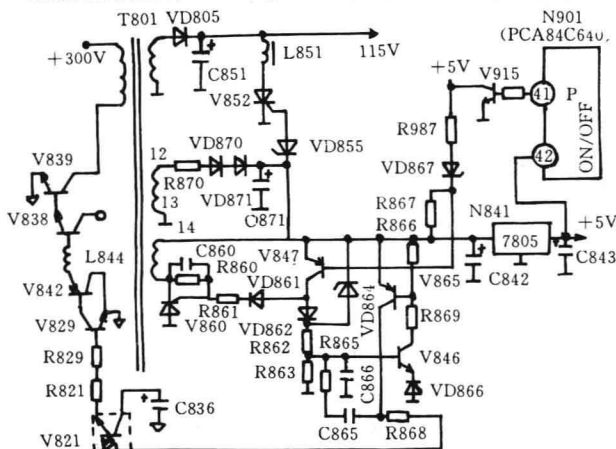

图 73 熊猫 3625 型彩电电源开/关机控制电路
(电路)不同,又可分为以下几种类型:①开关电源主电压输出控制方式。例如康艺 KTN—5145 型机是采用继电器 RL501 来控制主电源电压(110 V)输出的方式,而飞跃 54C2Y4—3 型机是采用电子开关 Q 505~Q 507 来控制开关电源主电压(111 V)输出方式。在直流关机(等待)状态:主电源电压 110 V 被切断,行扫描电路失电而不工作;在直流开机状态继电器或电子开关接通,主电压输出至行扫描电路工作;②行振荡电源控制方式。例如日立 CPT—2125SF/DU 型机、日立 CPT—2001SF 型机等遥控开/关机,采用电子开关切换行振荡电源的控制方式。在“待机”状态,因无行振荡启动电源而行振荡停振,无行“二次电源电压”输出,开关电源电路工作在低功耗等待状态;③行激励级输入行频信号的通/断控制方式。例如索尼 KV—1882CH、KV—2092CH 等索尼 XE—3 机芯彩电等遥控开/关机,采用电子开关控制行激励晶体管基极电平方式。在待机状态,行激励管 Q 801 截止,行输出极停止工作而无光无声,主开关电源电路处于低功耗工作状态;④开关电源调整管的脉宽控制方式。例如熊猫 3625 型(飞利浦 TDA 两片机)彩电则采用这种特殊控制方式。该机直流关机(待机状态)很特殊:是依靠开关电源调整管脉冲减少为正常输出为 1/6,使主电压 115V 输出电压下降为 23 V,从而使行输出电路停止工作,其他电路(除遥控电路外)也均停止工作。该机遥控电路工作电源和主机芯的工作电源是采用一个电源,即都由开关电源变压器供给的,不采用单独遥控变压器(一般遥控彩电、遥控电源和开关电源是两个电源,遥控电源是由遥控变压器产生)。主机的遥控电源有两个绕组,它们的圈数相差 6 倍。T 801 ⑭~⑮绕组圈数为⑫~⑬绕组圈数的 6 倍。在遥控关机和开机轮流给遥控电路供电。在开机状态时, T 801 ⑫~⑬绕组输出电压经整流、滤波后得 +9 V 电压,经 N 841 (7805)稳压后输出 +5 V 电压,送至遥控电路、此时⑭~⑮绕组电压比⑫~⑬绕组高 6 倍,但因可控硅截止而无输出。在等待状态时, T 801 ⑭~⑮绕组输出的电压,经整流滤波后得到 +9 V 直流电压,经 N 841 三端稳压块输出 5 V 电压,供遥控电路用。此时 T801 ⑫~⑬绕组因输出电压比⑭~⑮低 6 倍,二极管 VD870、VD 871 截止,输出被切断(见图 73)。